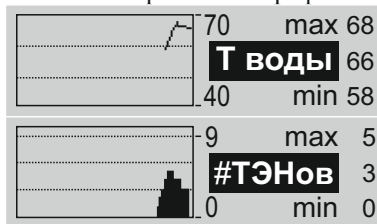

Рисунок 9.
4.7.5 Окна временных графиков показаны на рис. 9, 10